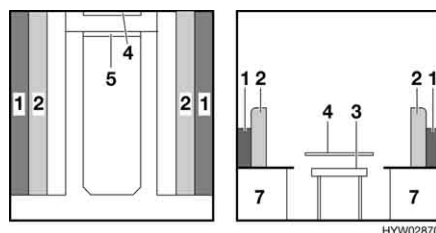

Fig. 47 Durante la trasformazione
- Alzare il piano del tavolo (Fig. 47,3) di circa 45°, sollevarlo dalla guida di supporto superiore (Fig. 47,4) e mantenerlo ad un angolo di 45°.
- Inserire il piano del tavolo nella guida di supporto inferiore (Fig. 47,5) con un angolo di 45° e deporlo sul pavimento con i puntelli.